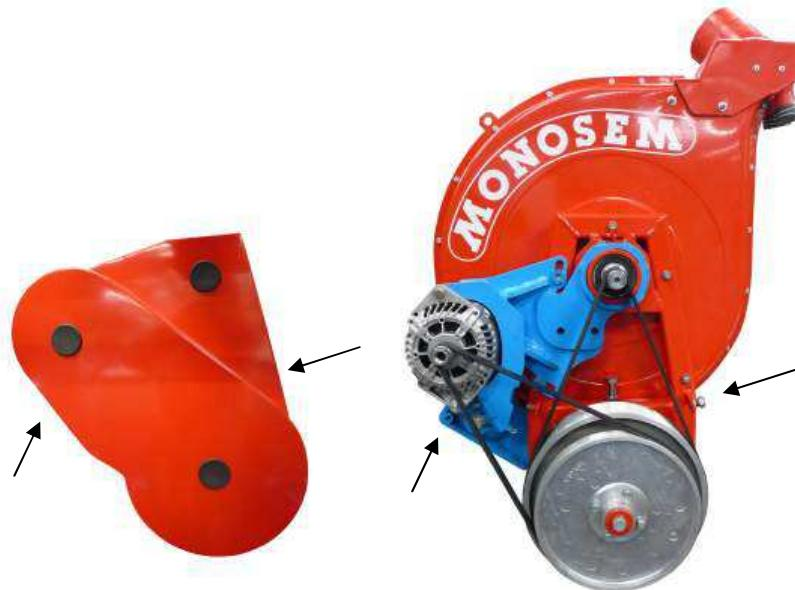

Fig. 1
- Fixation du carter (fig. 1).
- Enlever le carter de protection des courroies (fig. 1).
- Befestigung der Schutzvorrichtung (Abb. 1).
- Die Schutzvorrichtung vor den Riemen entfernen (Abb. 1).
- Fastening the casing (fig. 1).
- Remove the belt's protective casing (fig. 1).